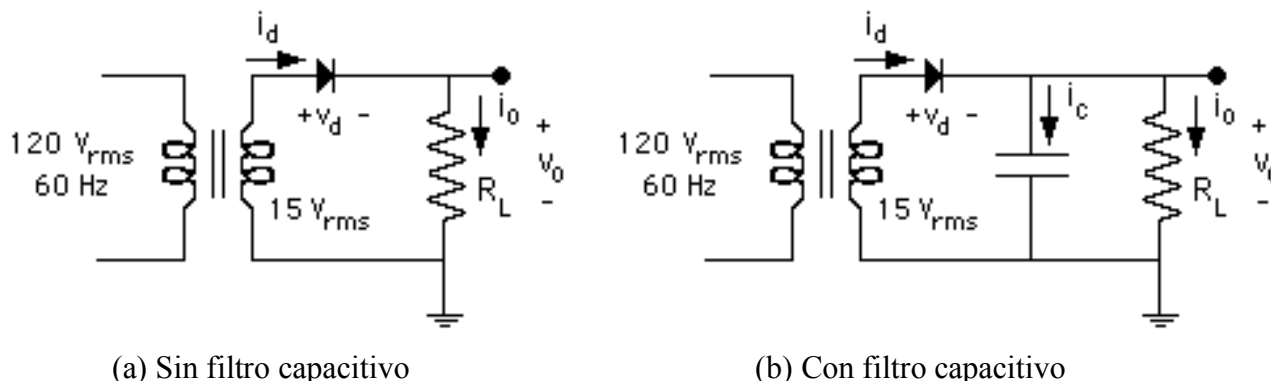
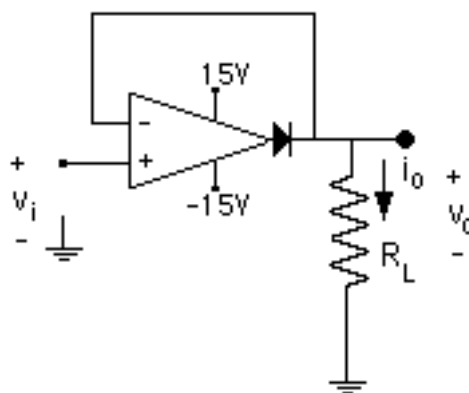

Figura 4.2. Rectificador de media onda
Figura 4.3. Rectificador de media onda de precisión
7.- En el circuito de la Figura 4.2.a, el rectificador de media onda sin filtro capacitivo:
8.- En el circuito de la Figura 4.2.b, el rectificador de media onda con filtro capacitivo:
9.- En el circuito de la Figura 4.3, el rectificador de media onda de precisión:
6.- Monte el circuito de la Figura 4.2.a y observe en la pantalla del osciloscopio el voltaje del primario del transformador, el voltaje en la carga, y luego, en forma simultánea, los siguientes pares de formas de onda: El voltaje en el secundario del transformador junto con la corriente en el secundario del transformador, y el voltaje en el diodo junto con la corriente en el diodo. Haga los diagramas en papel milimetrado, identificando los valores pico y los períodos de tiempo de interés en las curvas dibujadas.
8.- Monte el circuito de la Figura 4.2.b y observe en la pantalla del osciloscopio el voltaje del primario del transformador, el voltaje en la carga, y luego, en forma simultánea, los siguientes pares de formas de onda: El voltaje en el secundario del transformador junto con la corriente en el secundario del transformador, el voltaje en el diodo junto con la corriente en el diodo y el voltaje en el secundario del transformador junto con el voltaje en la carga. Para las dos primeras mediciones es necesario que conecte una resistencia de prueba en serie con el diodo. Dicha resistencia debe tener el valor más bajo disponible (unidades o decenas de ohmios) para producir la menor alteración posible en la magnitud de la corriente por el transformador. Al momento de realizar la comparación de los resultados con los valores teóricos, es conveniente tomar en cuenta que a pesar de que el valor de la resistencia sea pequeño, la inclusión de la misma va a reducir significativamente el valor pico de la corriente. Haga los diagramas en papel milimetrado, identificando los valores pico y los períodos de tiempo de interés en las curvas dibujadas.
10.- Monte el circuito de la Figura 4.3 y observe en la pantalla del osciloscopio el voltaje en el diodo y el voltaje de salida de dicho circuito para voltajes del orden de las decenas de milivoltios, centenas de milivoltios y voltios, a la frecuencia de la línea (60Hz) y a una frecuencia más elevada (1 a 10 KHz). Haga los diagramas correspondientes en papel milimetrado, identificando valores pico y períodos de tiempo de interés en las curvas dibujadas. Aplique las mismas señales al circuito de la figura 4.2.a e identifique las diferencias en el comportamiento de ambos circuitos.